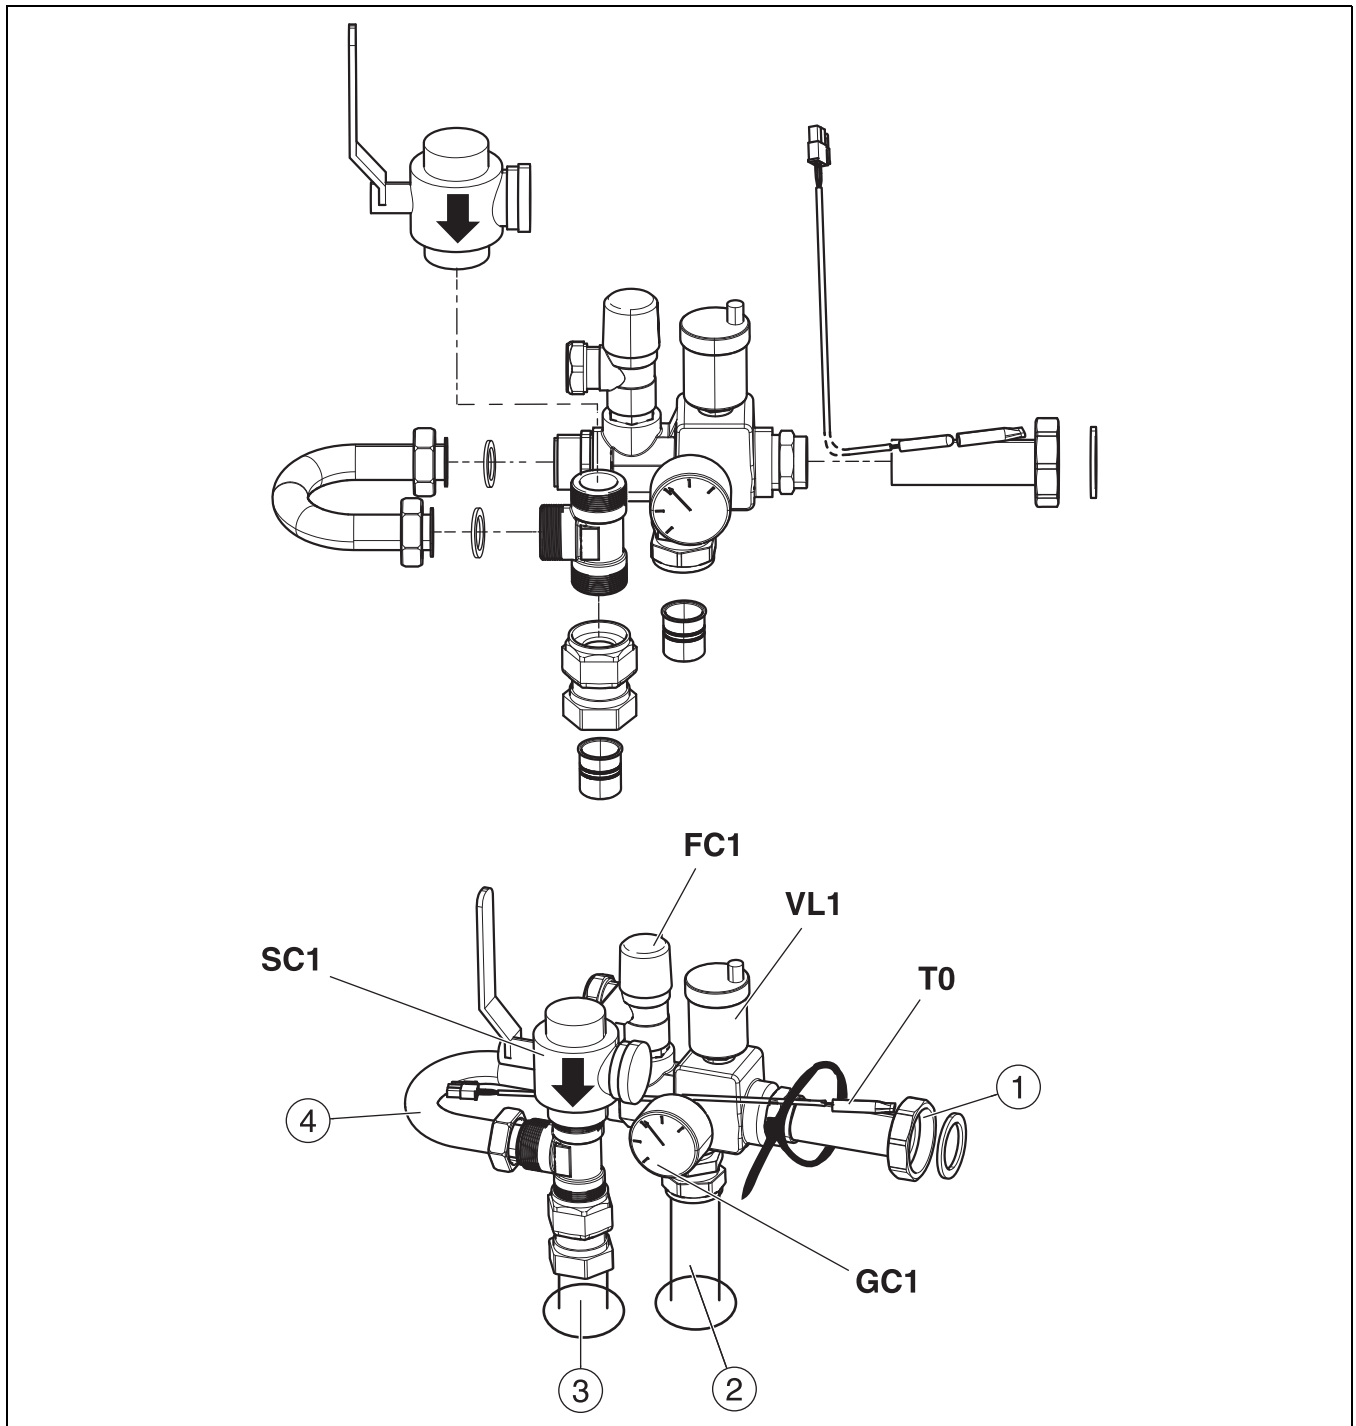

Fig. 8 *Montert sikkerhetsgruppe, med bypass*
- ▶ Sett turtemperaturføleren inn i følerlommen på røret ([T0], fig. 8) og fest den med kabelstrips.
- ▶ Trekk til skrueforbindelsene på bypass ([4], fig. 8).
- ▶ Monter først partikkelfilter ([SC1], fig. 8) på T-stykke.
- ▶ Monter de øvrige komponentene, men ikke trekk skrueforbindelsen på bypass helt fast ([4], fig. 8).